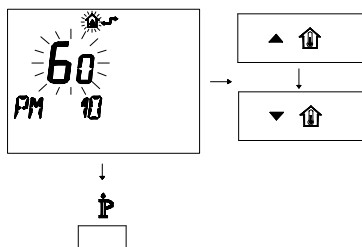

Figura 5.46
- Per modificare il SET programmato agire sui pulsanti ▲ o ▼ e aspettare che il numero programmato cominci a lampeggiare (Figura 5.46).